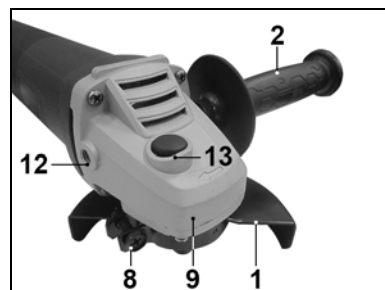

Рис.4.
7.2. Установка дополнительной рукоятки (Рис. 4).